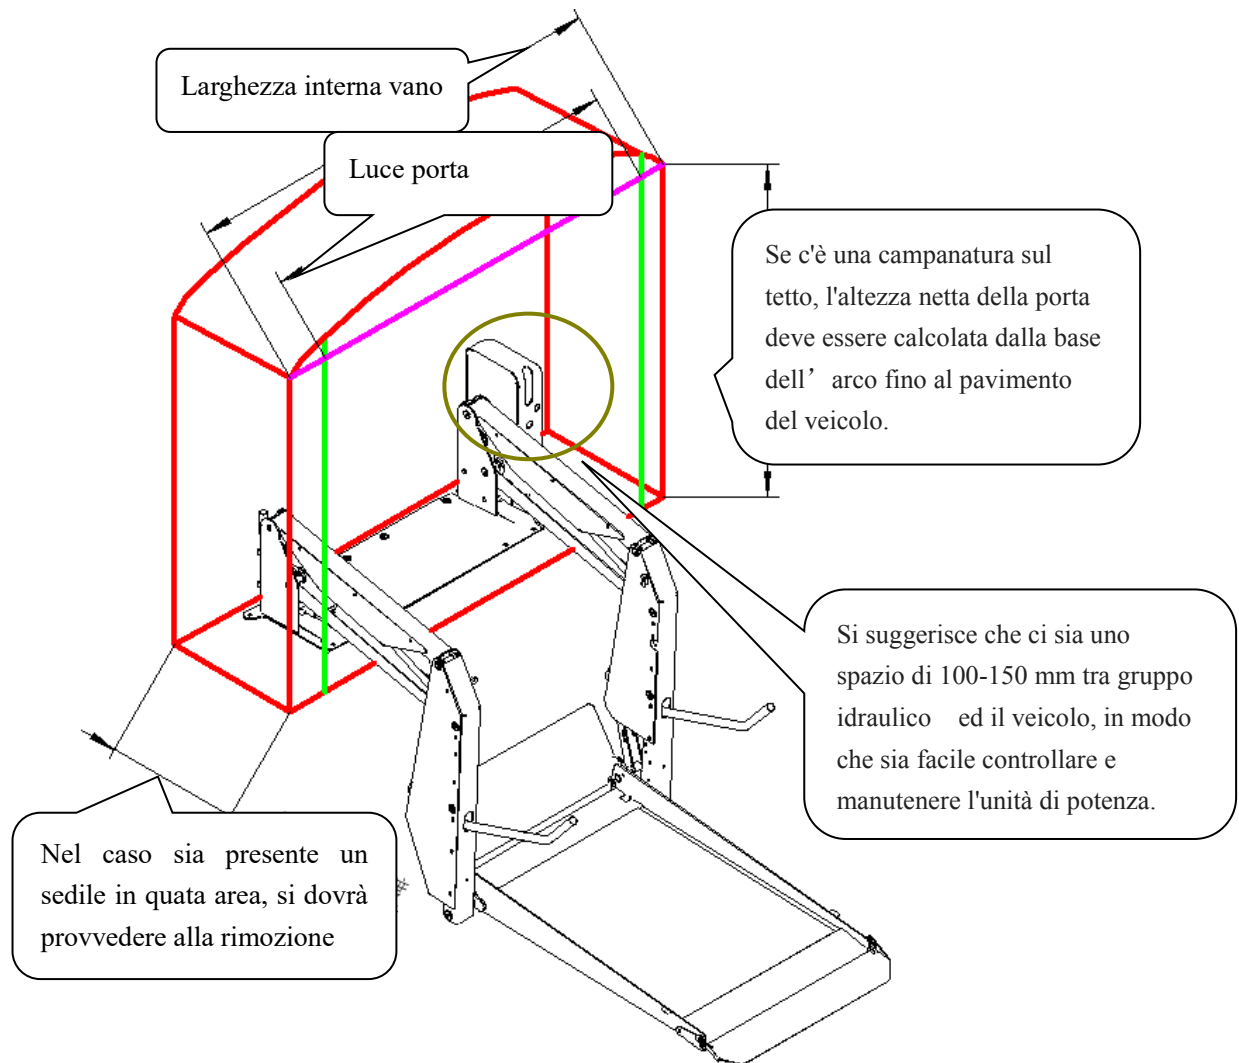

Figura 6.1.2
- 2). Lo spazio interno del veicolo e l'equipaggiamento devono soddisfare i requisiti di installazione. (Fare riferimento alla Figura 6.1.2 e alla tabella 6.1.1).